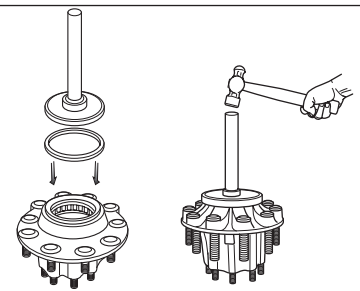

Figure 4
5. Placez le joint dans l'alésage du moyeu, le « CÔTÉ AIR » visible. Utilisez la plaque d'installation ConMet appropriée (voir le tableau ci-dessous) et un outil à joint générique ou une plaque plate et un petit maillet pour bien enfoncer le joint. Ne frappez pas directement sur le joint. Assurez-vous que le joint repose uniformément au fond de l'alésage. (Voir figure 4). Assurez-vous que le joint n'est pas décalé et que le diamètre intérieur du joint et le roulement intérieur tournent librement.